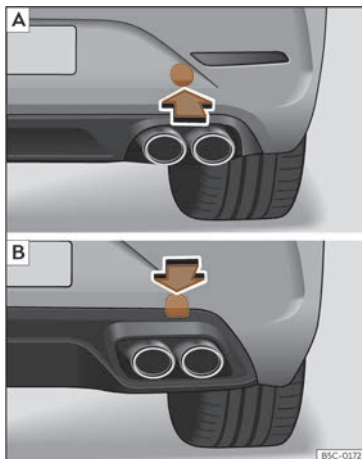

Fig. 50 No lado dereito do parachoques traseiro: retirar a tapa. [A] Leon Sportstourer; [B] Leon.
A cavidade da argola de remolque enroscada está situada no lado dereito do parachoques traseiro detrás dunha tapa» **fig. 50**.
- *Leon Sportstourer*: Prema sobre a zona inferior da tapa» **fig. 50** [A] para desencaixala. *Leon*: Prema sobre a zona superior da tapa » **fig. 50** [B] para desencaixala.